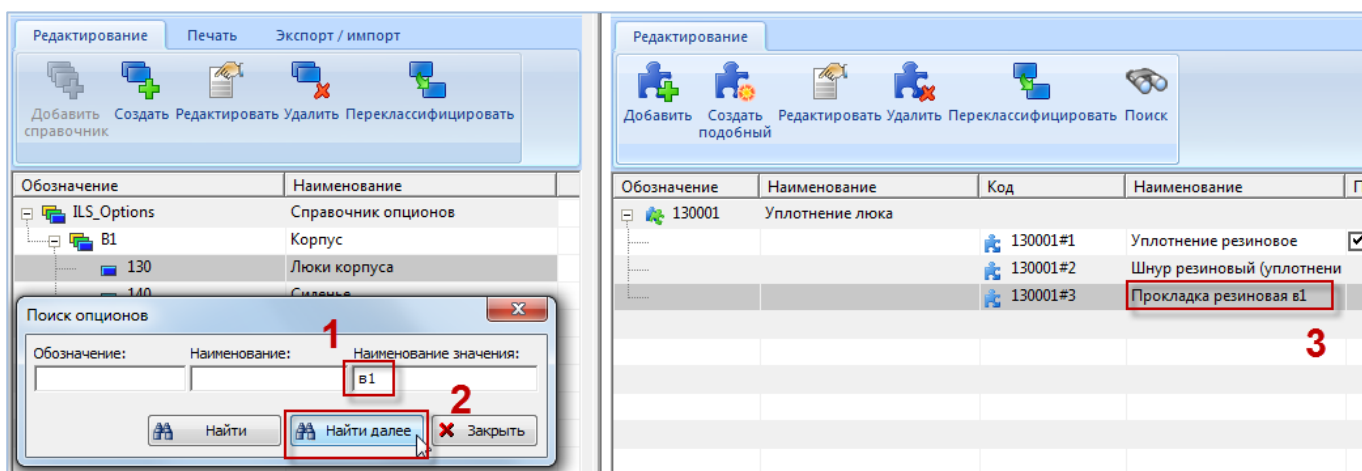

Рис. 13-26 – Результат поиска опциона по наименованию значения опциона
- 7) Если в качестве критерия поиска опциона задано наименование значения опциона, то в правом окне редактора опционов будет выделено значение опциона, удовлетворяющее этому условию (1 и 2 на рис. 13-26). Для поиска другого значения опциона, удовлетворяющего тому же условию, необходимо повторно нажать кнопку «Найти далее».